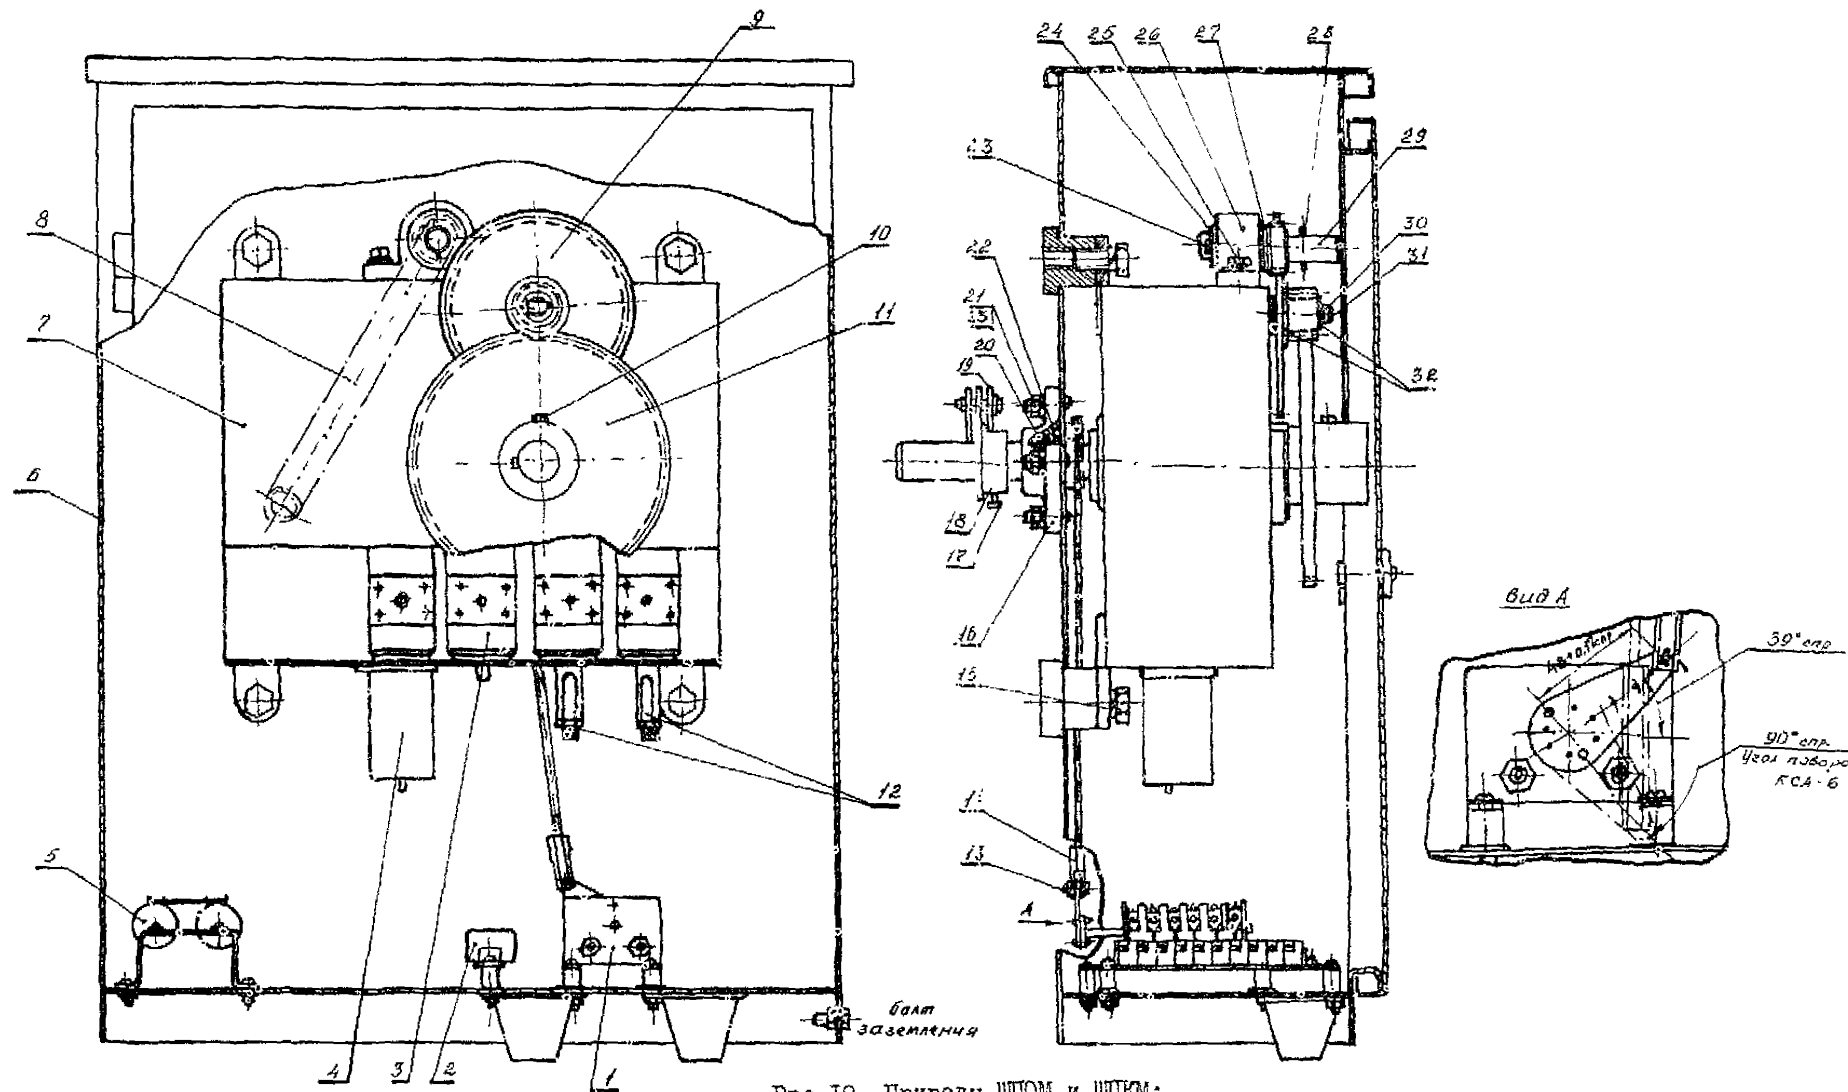

Рис.19. Приводы ШПОМ и ШПКМ:
02.1. Вывинтить болт 10 (рис. 19), снять шестерню II, очистить ее от старой смазки. При наличии сквозных трещин и сломанных зубьев шестерню заменить.